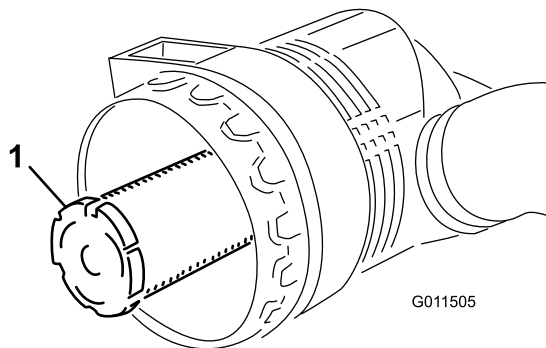

Figure 75
**Important:** N'essayez jamais de nettoyer l'élément de sécurité (Figure 75). Remplacez-le une fois sur trois, quand vous effectuez l'entretien du préfiltre.